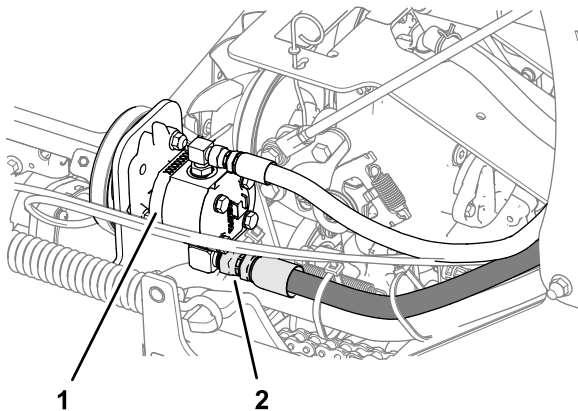

Figure 53
6. Desserrez le flexible d'aspiration du raccord de pompe, nettoyez la surface autour du raccord et vidangez l'huile (Figure 53).